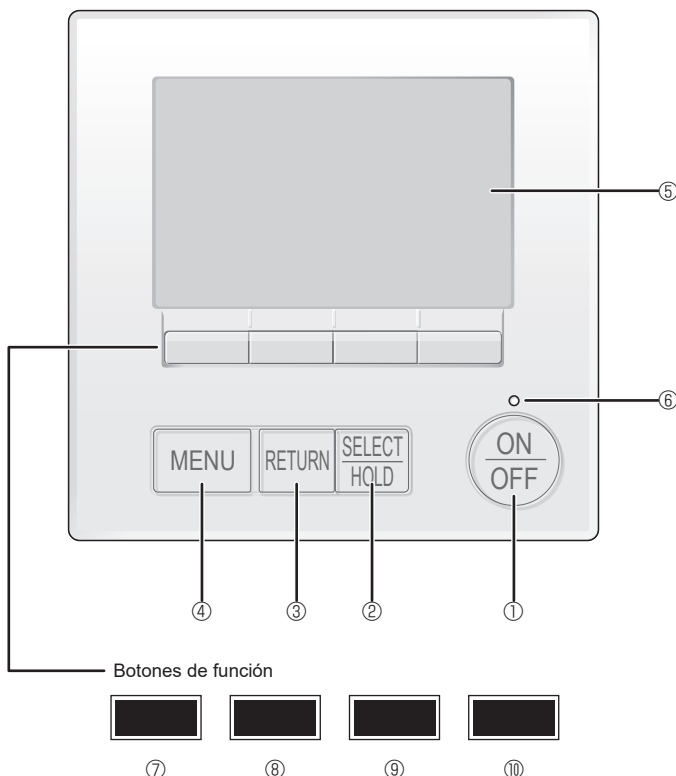

Fig. 7-2
7.3.1. Al usar el mando a distancia con cable (Fig. 7-2)
① Botón [ON/OFF]